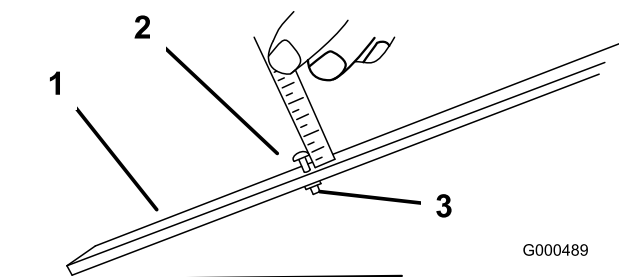

Figura 57
2. Desaperte a porca da barra indicadora (Figura 57) e regule o parafuso de ajuste para a altura de corte desejada. A altura de corte corresponde à distância entre a parte inferior da cabeça do parafuso e a superfície da barra.